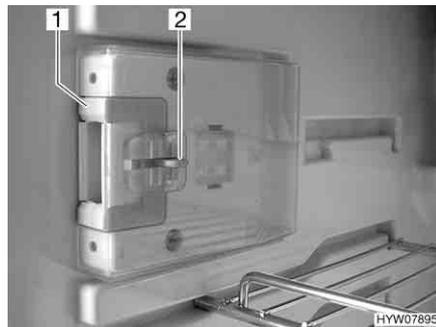
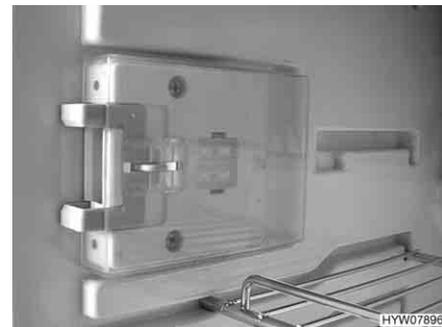

Fig. 141 Dispositivo di chiusura in posizione normale
Fig. 142 Dispositivo di chiusura in posizione di ricircolo d'aria
■ Premere il dispositivo di sblocco (Fig. 141,2).
■ Spingere il dispositivo di chiusura (Fig. 141,1) in avanti (Fig. 142).